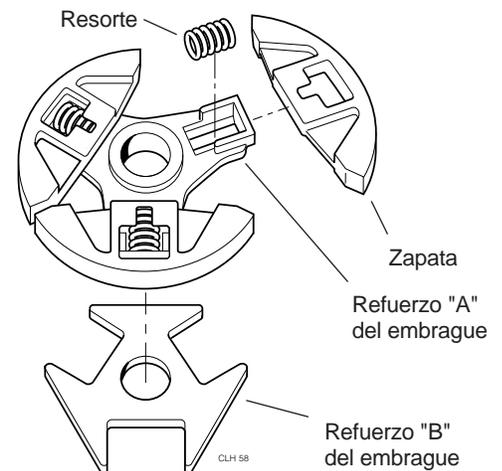

Figura 6.24 Instalación del conjunto de Embrague 757
Paso 2. Arme a mano las zapatas y resortes de Refuerzo "A" en orden inverso al desmontaje (figura 6.24)